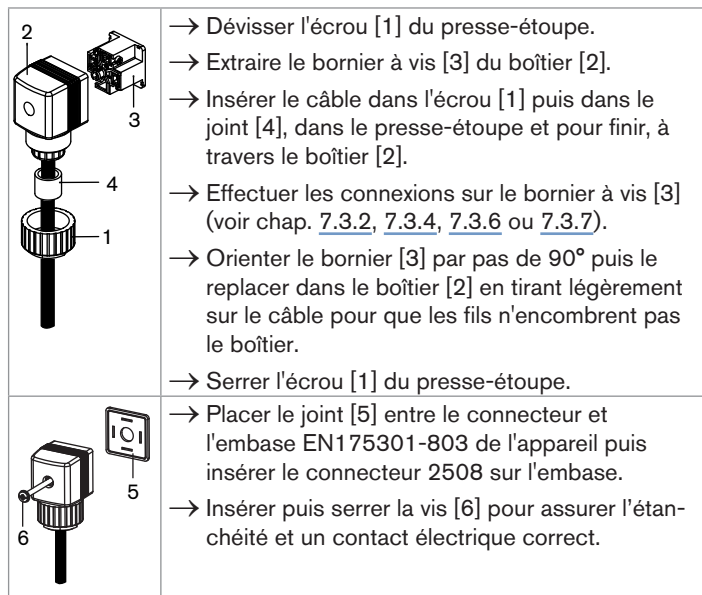

Fig. 10 : Assemblage du connecteur femelle type 2508 (fourni)
- Dévisser l'écrou [1] (voir Fig. 10) du connecteur femelle 2508 fourni avec l'appareil.
- 2 : Relais normalement fermé (NF)
- 3 : Relais normalement ouvert (NO)